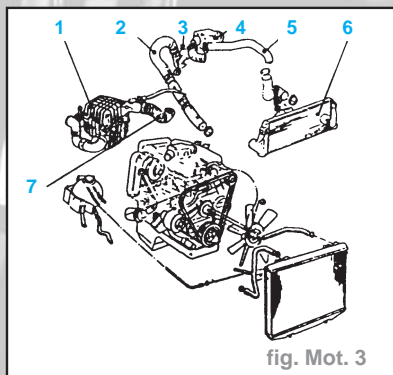

fig. Mot. 3
- Débrancher les tuyaux (2 et 5) du turbo-compresseur (3), débrancher le tuyau du filtre à air (7), déposer le radiateur d'air de suralimentation (6), et le collecteur du papillon d'arrivée d'air (4) (fig. Mot. 3).